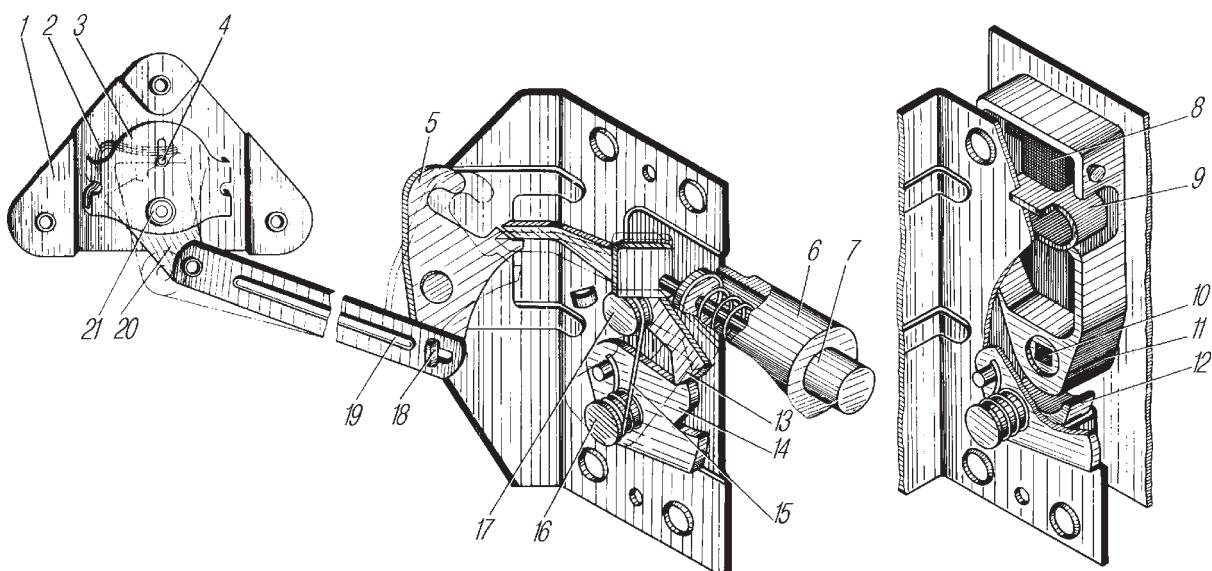

Рис. 99. Замок двери:
**Двери кабины** оборудованы замками и стеклоподъемниками. При закрывании двери собачка 12 (рис. 99) замка входит в соприкосновение с фиксатором 11 двери и, поворачиваясь, запирает дверь. В этом положении собачка фиксируется защелкой 13 и фиксатором 14. Одновременно верхний направляющий шип 9 замка входит в паз фиксатора и предохраняет дверь от провисания.